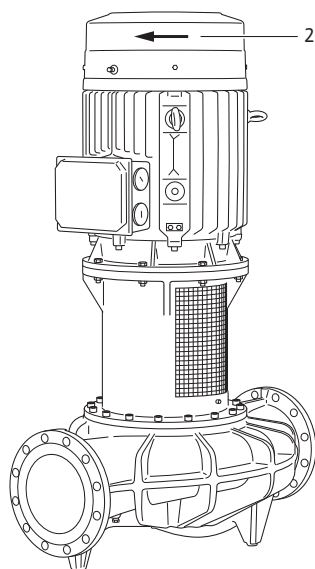

Fig. 37: Verificar o sentido de rotação
- Verificar, ligando brevemente, se o sentido de rotação coincide com a seta situada na cobertura de ventilação (ver Fig. 37, pos. 2). Se o sentido de rotação estiver errado, proceder da seguinte forma: